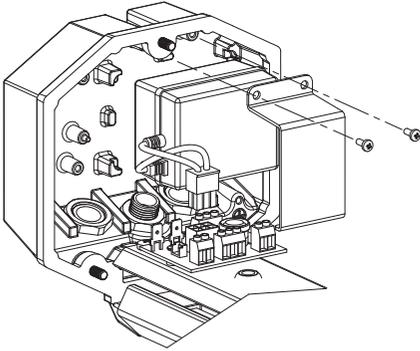

Fig. 7
2. Das Netzteil an der vorgesehenen Aufnahme Stelle auf der rückwärtigen Abdeckplatte des Gehäuses (Fig. 7 - 8) unterbringen.
3. Das Netzteil wird mit der zugehörigen Halterung und den beiliegenden Schrauben an der Gehäuseplatte fixiert (Fig. 7 - 8).
#### Netzteil 115/230V AC (Fig. 7)